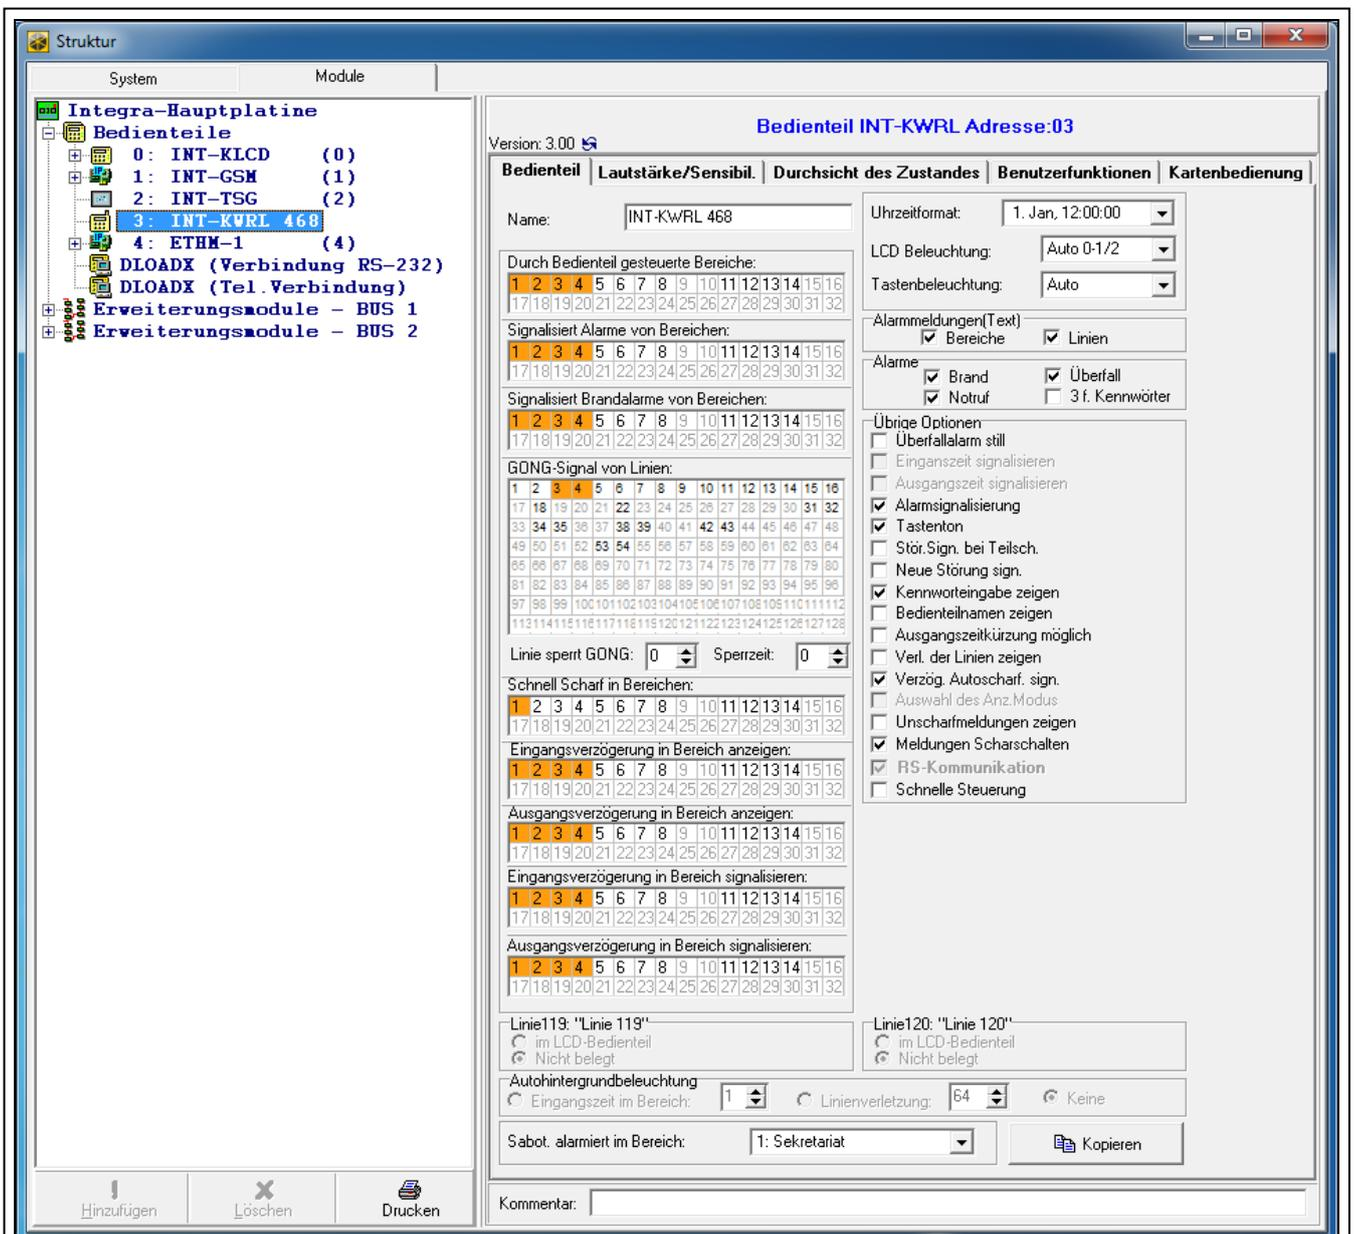

Abb. 5. Program DLOADX: in der Alarmzentrale gespeicherte Einstellungen des Bedienteils – Registerkarte „Bedienteil“.
- Programm DLOADX: →Fenster „Struktur“ →Registerkarte „Module“ →Zweig „Bedienteile“ →[Bedienteilname] (siehe: Abb. 5),